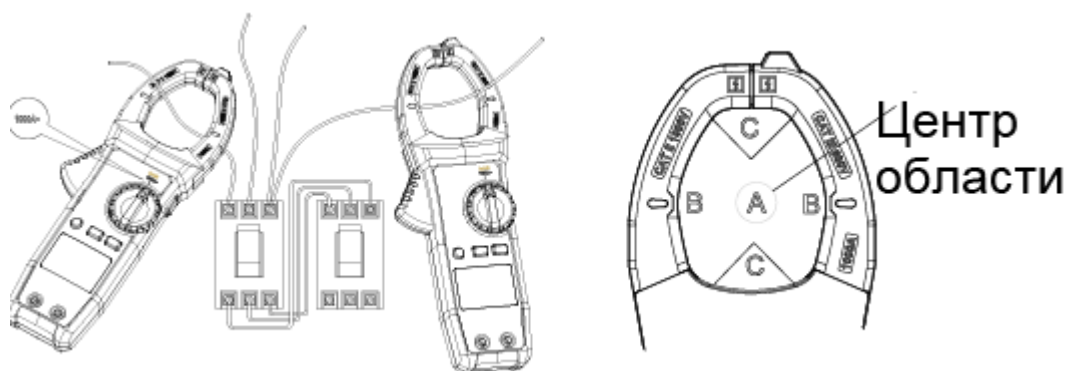

Рис.1
5. Для обеспечения точности измерений измеряемый проводник должен быть расположен по центру зажима (область A), если он отклоняется от центральной области (в областях B или C), будет возникать дополнительная погрешность в $\pm 2,0\%$. Рис.1.